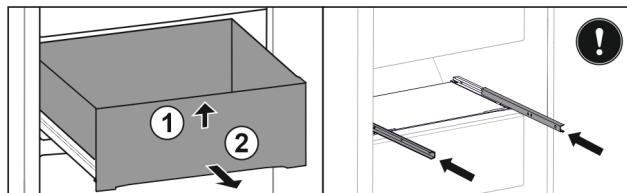

Fig. 48
- Predal spredaj dvignite. Fig. 48 (1)
- Predal vzemite ven v smeri naprej. Fig. 48 (2)